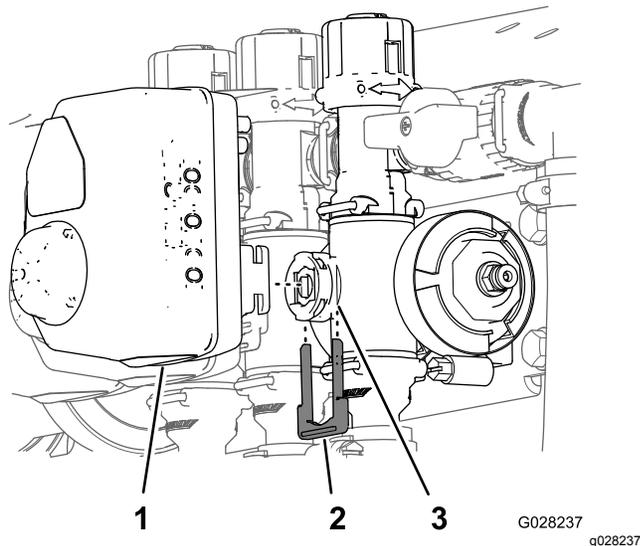

图61
3. 取下将致动器固定至喷洒率控制歧管阀、搅拌、主喷洒臂或喷洒臂段阀的卡环图61。